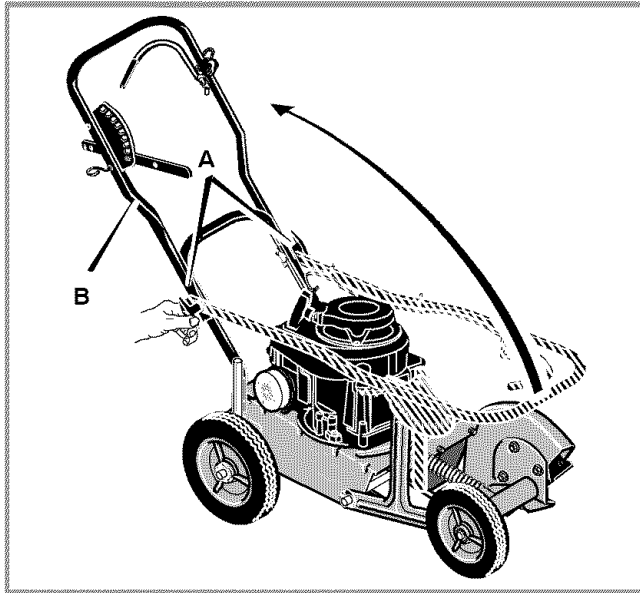

Figura 2: Ensamble de la manija
- 1 Afloje las perillas (A) y levante la manija superior (B) a su posición vertical. Ver Figura 2.
- 2 Ajuste las perillas. Asegúrese de que las perillas estén colocadas por afuera de la manija como se muestra en Figura 2.